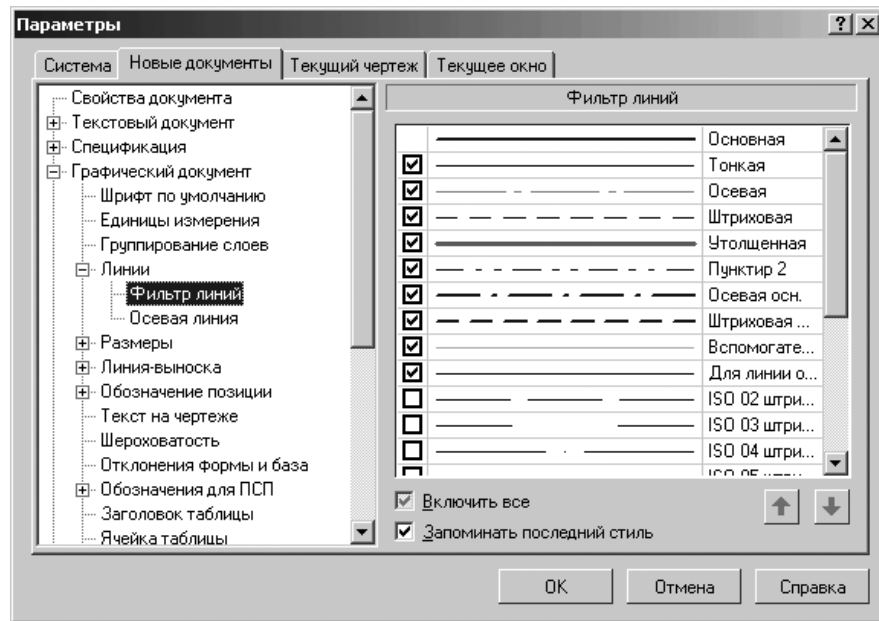

Рис. 10.21. Диалоговое окно **Параметры** с открытой вкладкой **Новые документы** и панелью **Фильтр линий**
- щелкните в списке настраиваемых элементов **Линии** по пункту **Фильтр линии**. В правой части появится панель **Фильтр линий**, показанная на рис. 10.21;